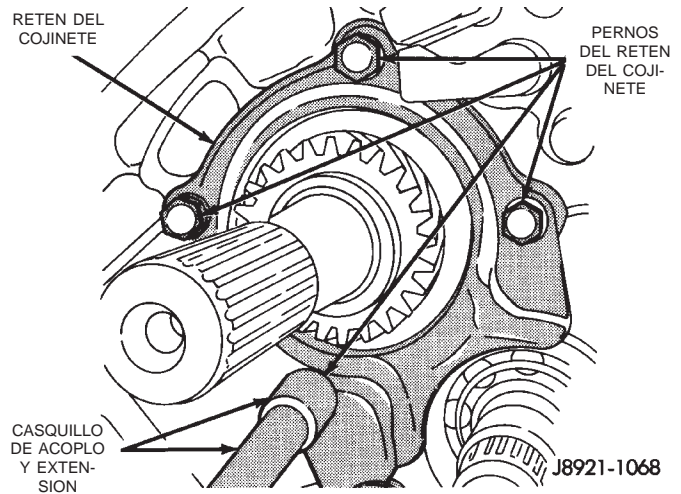

Fig. 61 Desmontaje de los pernos del retén del cojinete trasero del eje transmisor
(13) Retire los pernos que fijan el retén del cojinete trasero del eje transmisor a la placa intermedia (Fig. 61).